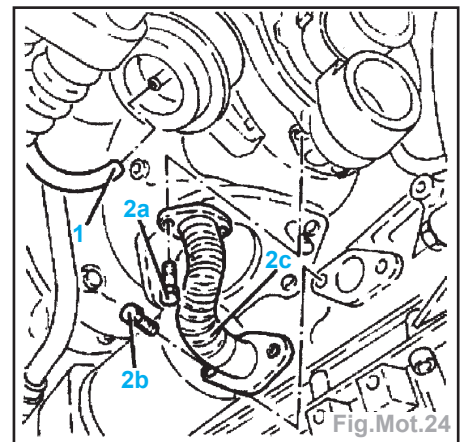

Fig.Mot.24
- le tuyau (2c) et le tuyau (1) (Fig.Mot.24),